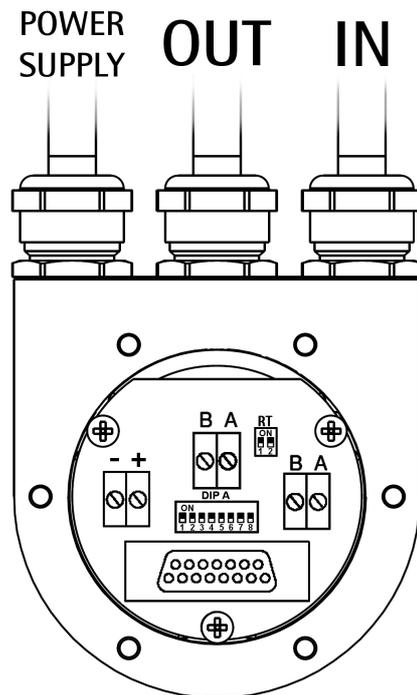

Figura 1 - Vista interna del coperchio
4.4 Resistenza di terminazione: RT (Figura 1)
4.6 Indirizzo nodo: DIP A (Figura 1)